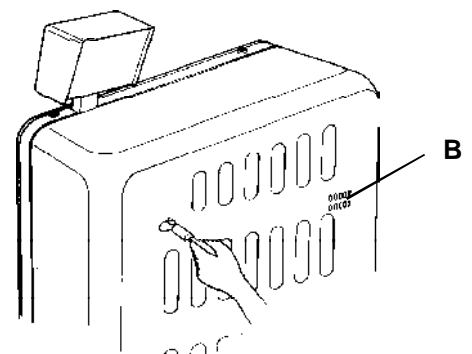

fig. 24
VISUALLY CHECK THE COMBUSTION THROUGH THE HOLES LOCATED AT THE RIGHT SIDE COVER (fig. 24/B), KEEP A SAFETY DISTANCE OF 8".
LA VERIFICACION DE LA COMBUSTION SE REALIZARA VISUALMENTE A TRAVES DE LAS RANURAS DE LA TAPA LATERAL DERECHA (fig.24/B) Y MANTENIENDO UNA DISTANCIA DE SEGURIDAD DE 20 CM.
EFFECTUER LA VERIFICATION DE LA COMBUSTION VISUELLEMENT PAR LES ORIFICES DU CARTER LATERAL DROIT (fig. 24/B) ET GARDER UNE DISTANCE DE SECURITE DE 20 CMS.
* VISUALLY CHECK THE COMBUSTION THROUGH THE HOLES LOCATED AT THE RIGHT SIDE COVER (fig. 24/B), KEEP A SAFETY DISTANCE OF 8".
* LA VERIFICACION DE LA COMBUSTION SE REALIZARA VISUALMENTE A TRAVES DE LAS RANURAS DE LA TAPA LATERAL DERECHA (fig. 24/B) Y MANTENIENDO UNA DISTANCIA DE SEGURIDAD DE 20 CM.
* EFFECTUER LA VERIFICATION DE LA COMBUSTION VISUELLEMENT PAR LES ORIFICES DU CARTER LATERAL DROIT (fig. 24/B) ET GARDER UNE DISTANCE DE SECURITE DE 20 CMS.